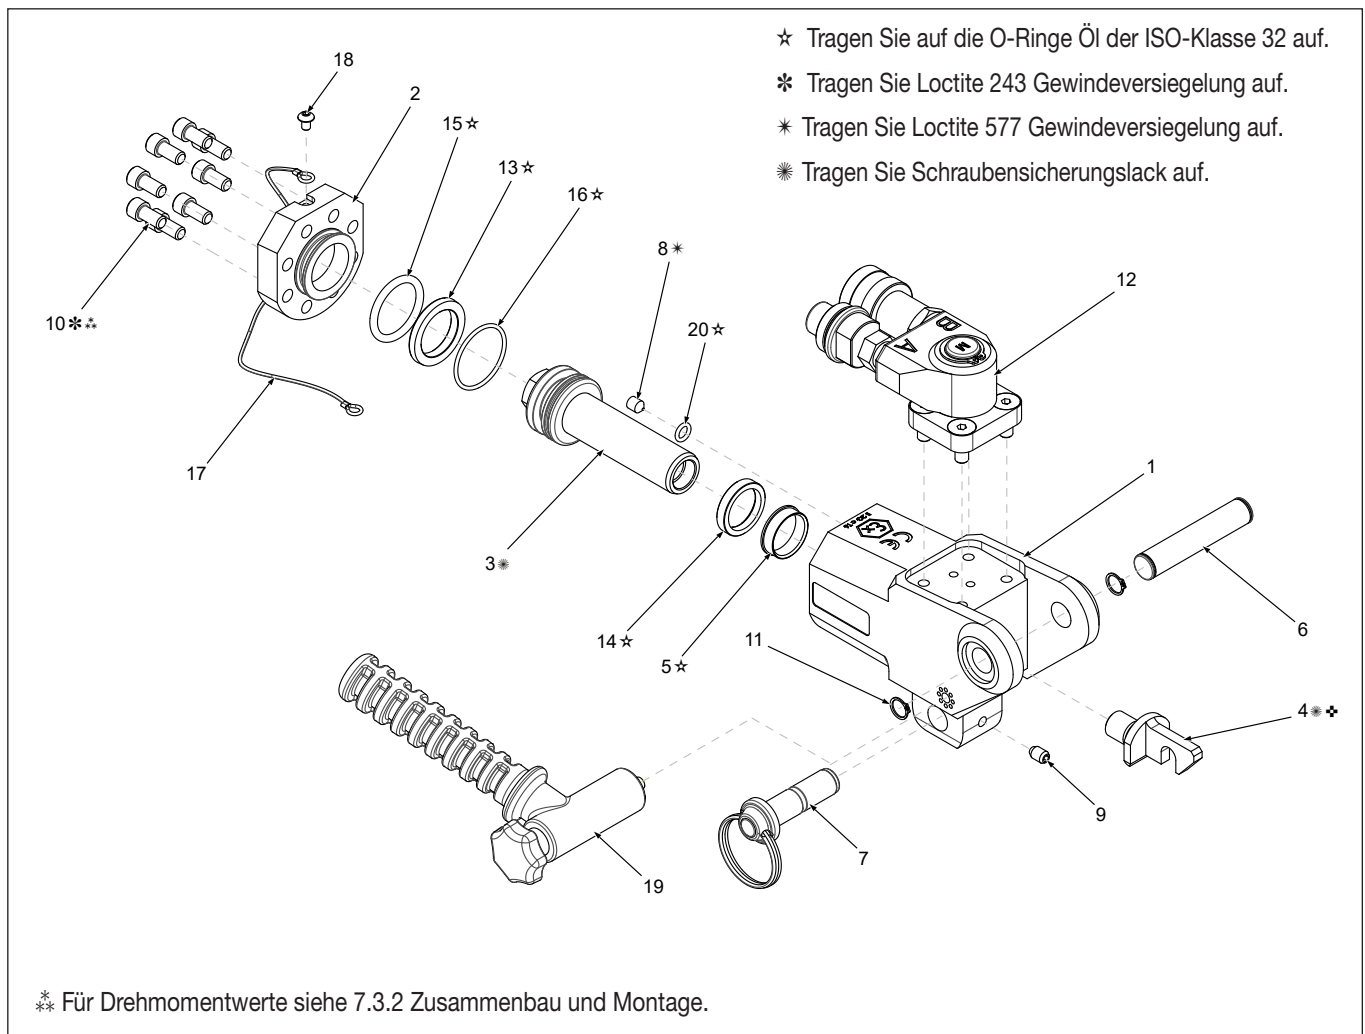

Abbildung 19: Explosionsansicht HMT
- Bringen Sie neue O-Ringe (D) in den Nuten der Schwenkkupplungsstange (E) an.
- Tragen Sie auf die O-Ringe (D) etwas Silikonfett auf. Schieben Sie die Schwenkkupplung (B) anschließend vorsichtig auf die Schwenkkupplungsstange (E).
- Bringen Sie den Sprengling (A) an.
7.3.2 HMT-Antriebseinheit (Abb. 19)
- Halten Sie das Gehäuse der Antriebseinheit (1) gut fest. Entfernen Sie den unteren Haltestift (11) und die Kugelgewindeschraube (9) von der Antriebseinheit. Trennen Sie die Kassette von der Antriebseinheit.
- Schrauben Sie die Inbusschraube (18) von der hinteren Kappe (2) ab und entfernen Sie das Sicherheitskabel des unteren Haltestifts (17).
- Entfernen Sie die Sicherungsringe (11) und den oberen Haltestift (6).
- Lösen Sie die acht Inbusschrauben (10) und entfernen Sie die hintere Kappe (2) und den O-Ring (15) der hinteren Kappe.
- Schrauben Sie das Stangenende (4) von der Vorderseite des Antriebsgehäuses ab und entfernen Sie es, wobei Sie die Kolbenstange (3) mit einem Schraubenschlüssel festhalten, um eine Drehung zu verhindern.
- Entfernen Sie die Kolbenstange (3) und die Dichtungen sowie die O-Ringe und die Buchse (13, 16, 14, 5) aus dem Gehäuse der Antriebseinheit.
- Entfernen Sie den Gewindestift (8) und den O-Ring (20).